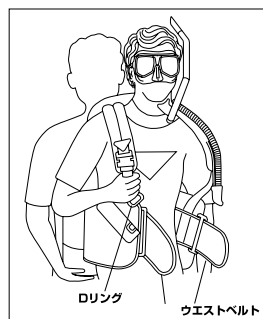

図 1 装着の際には、インフレーターホースの巻き込みに注意。
1. B.C.J. (スクーバーセット) を背負うときには、基本的にボディの手を借りて行って下さい。(図 1)